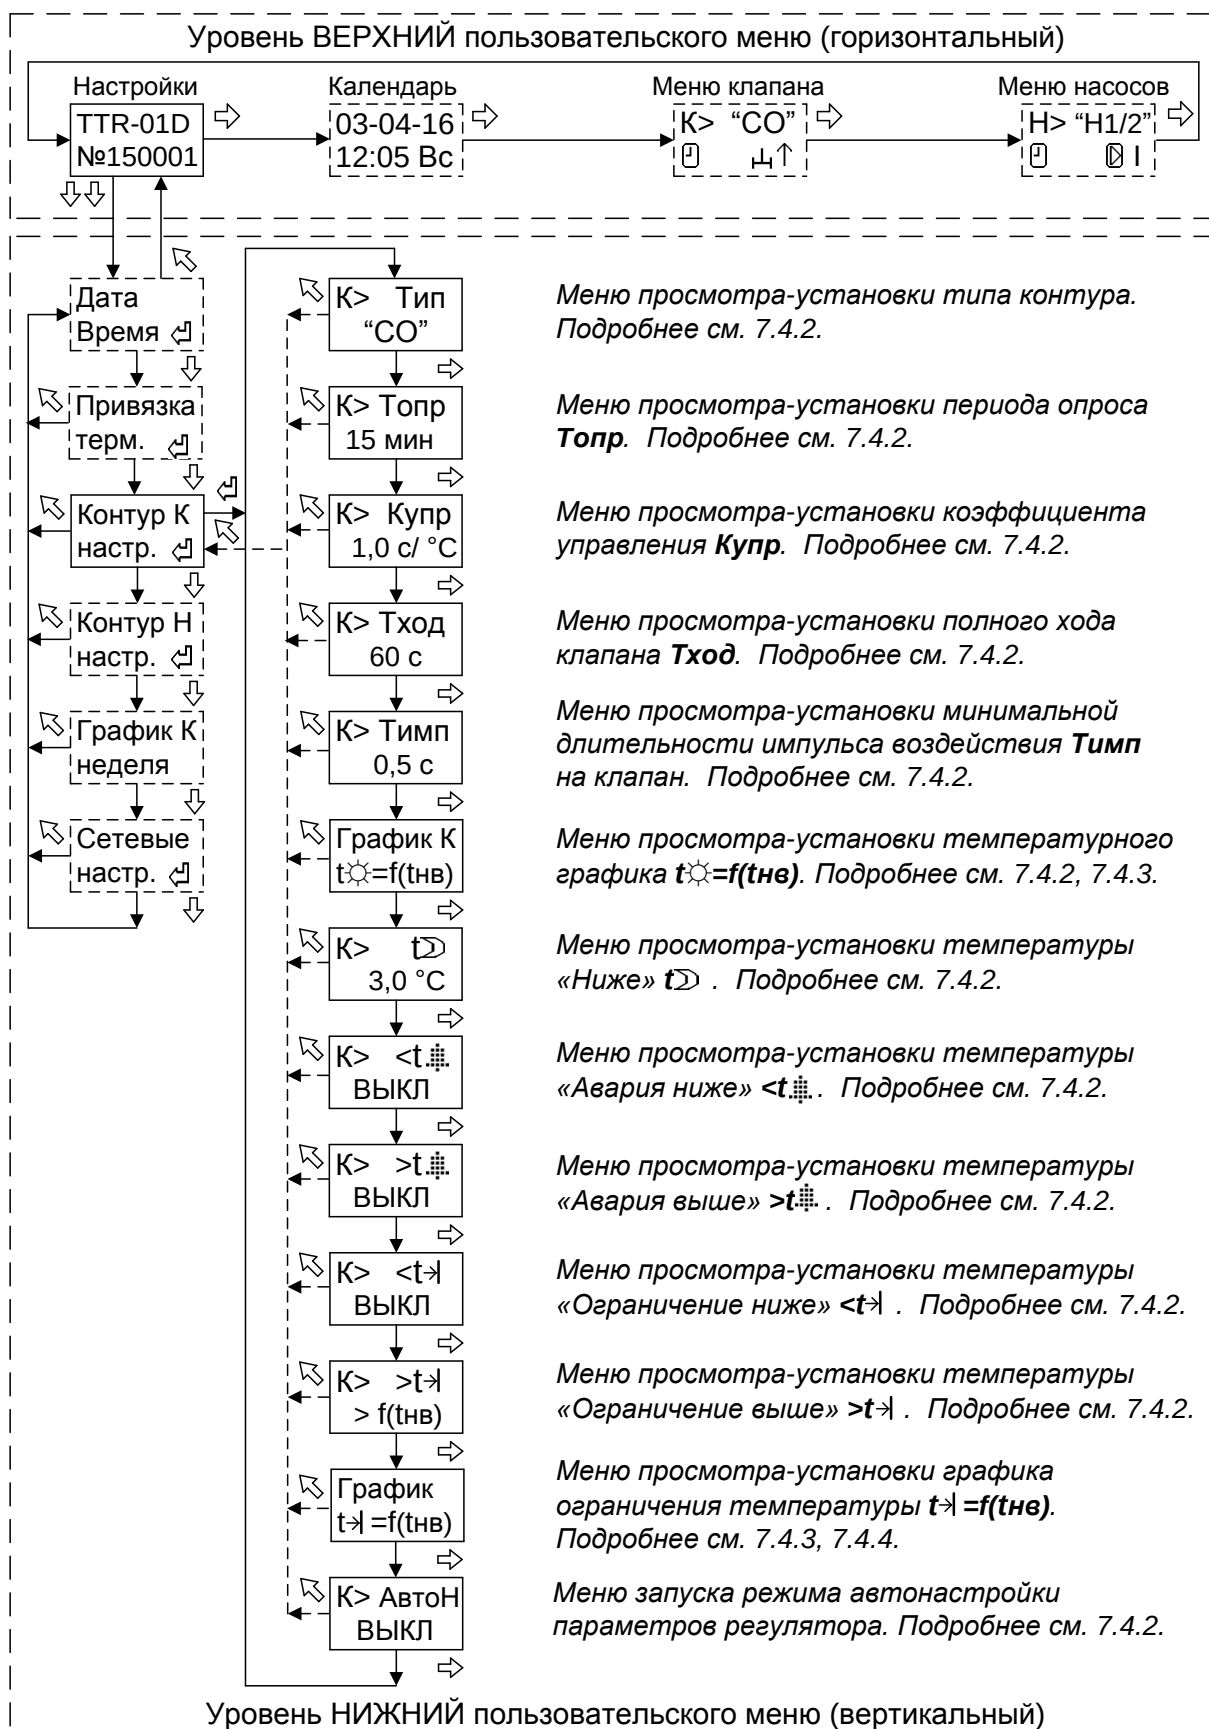

Рисунок 4 - Структура меню настройки параметров для системы отопления
7.4.3 Для просмотра-установки температурного графика регулирования необходимо войти с помощью нажатия кнопки “” (см. рисунок 4) в меню «График $t=f(t_{нв})$ ».